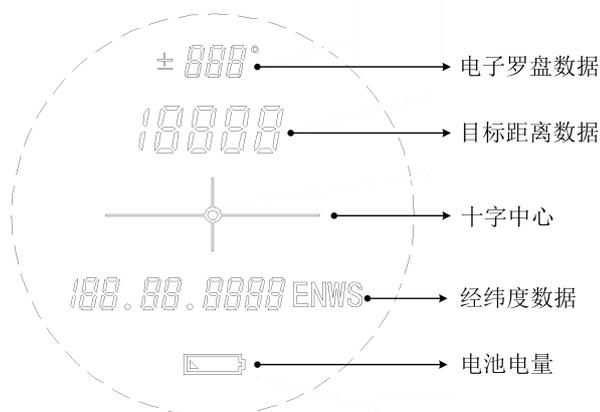

图 5：液晶显示示意图
3. 激光测距：通电状态下的测距仪，瞄准目标后，短按 F 键，发射激光。待激光发射后，左边目镜内液晶屏显示目标距离数据如图 5 所示，目标距离数据显示单位 m。
(1) F 键松开后, 完成一次测距需要 1 秒的时间, 该时间段内需稳定瞄准。
(2) 测得的距离信息、罗盘信息和 GPS/北斗定位信息均可显示于左目镜的显示器内。液晶显示示意图如图 5 所示, 显示内容包括电子罗盘所测得的方位俯仰信息、测距仪测得的距离信息、十字分划、GPS/北斗接收机测得的经纬度信息和电池电量信息等。